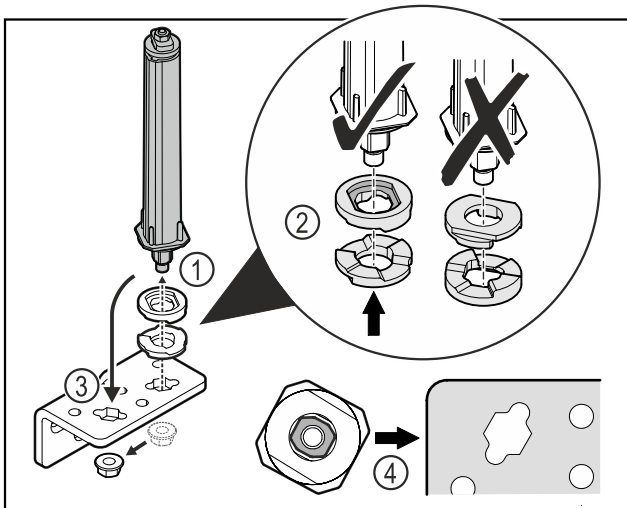

Fig. 52
- ▶ Λύστε το παξιμάδι και αφαιρέστε το σύστημα κλεισίματος πόρτας Fig. 52 (1).
- ▶ Βεβαιωθείτε για τη σωστή ευθυγράμμιση των ροδελών ρύθμισης ύψους Fig. 52 (2).
- ▶ Μεταφέρετε το σύστημα κλεισίματος πόρτας στη γωνία μεντεσέ και στερεώστε με το παξιμάδι Fig. 52 (3).
- ▶ Κατά την τοποθέτηση βεβαιωθείτε για τη σωστή ευθυγράμμιση του συστήματος κλεισίματος πόρτας Fig. 52 (4).